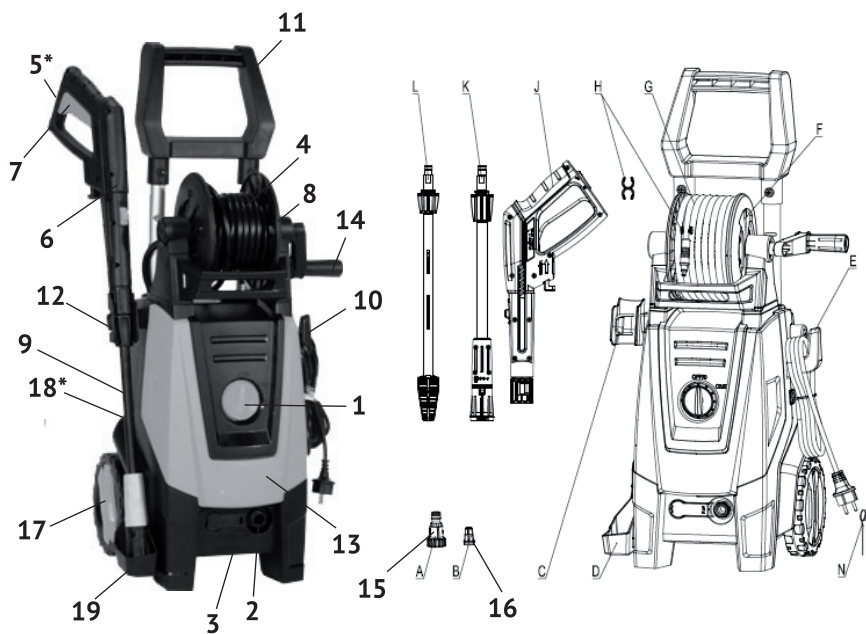

рис.1
4.1 Общий вид мойки представлен на рис. 1:
Электродвигатель с плунжерным насосом расположены в пластиковом корпусе (рис.1 поз.13). Сверху на корпусе закреплена рукоятка (рис.1 поз.11) для транспортировки. На держателе (рис.1 поз.12) крепится пистолет (рис.1 поз.19) с насадкой-удлинителем (рис.1 поз.20) и насадкой - распылителем с регулируемой головкой (рис.1 поз.9). Выключатель (рис.1 поз.1), выходной штуцер (рис.1 поз.2) и фиксатор быстросъёмного разъёма шланга высокого давления (рис.1 поз.3) расположены на передней панели корпуса мойки (рис.1 поз.13). На крюке (рис.1 поз.10) подвешен кабель питания с вилкой. На задней панели корпуса расположено отверстие для входа воды, на которое крепится входной
штуцер (рис.1 поз.15) с фильтром. (рис.1 поз.16). К штуцеру, через переходник (не входит в комплект поставки), подключается шланг подачи воды. В нижней части рукоятки пистолета (рис.1 поз.6) расположена клавиша блокировки курка от случайного включения (рис.1 поз.5) с символами: «замок закрыт» - заблокировано, «замок открыт» - разблокировано. Бачок для моющего средства (рис.1 поз.18) закреплён сзади под входным патрубком. Включение мойки осуществляется нажатием на курок (рис.1 поз.7), после его разблокировки. Мойка снабжена системой тотал – стоп (TSS), то есть, после отпускания курка автоматически отключается двигатель с насосом.
Нажмите пусковой курок пистолета, чтобы выпустить воздух из системы подачи воды. Заблокируйте пусковой курок, переведя клавишу (рис.1 поз.5) в положение «замок закрыт».
Подключите мойку к питающей электросети и установите выключатель (рис.1 поз.1) в положение «ВКЛ» - включено.